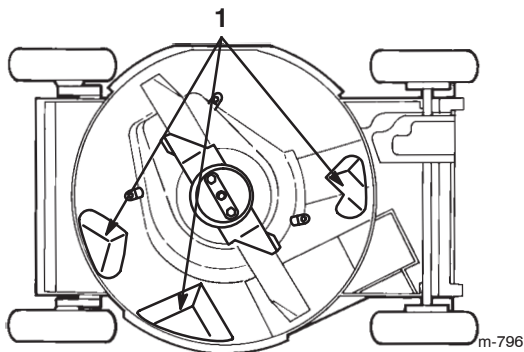

Bild 22
Halten Sie, um die beste Leistung sicherzustellen, die Unterseite des Rasenmähergehäuses immer sauber. Achten Sie besonders darauf, die Kicker sauber zu halten (Bild 22).
3. Kippen Sie den Rasenmäher auf seine rechte Seite (Bild 22).